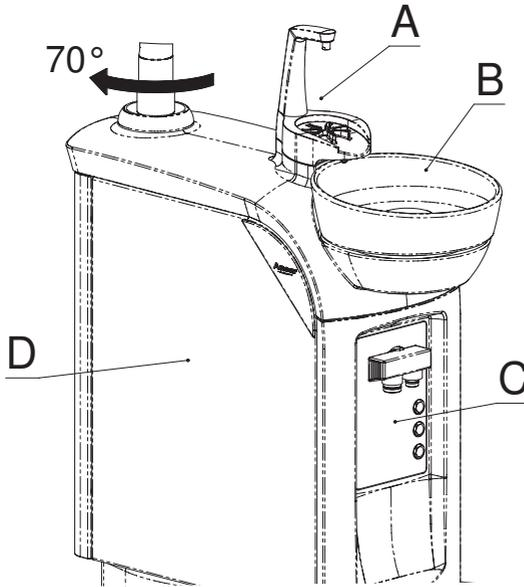

Fig. 8
Le groupe hydrique peut effectuer une rotation d'environ 70° approx. par rapport au bras de support, facilitant l'ergonomie du travail quotidien. La partie supérieure comporte le support du gobelet (A) et le crachoir (B) en porcelaine, pour une meilleure hygiène (fig. 8).
Le panneau frontal (C) comporte un filtre à canules, (D) c'est la porte latérale du groupe hydrique (fig. 8).